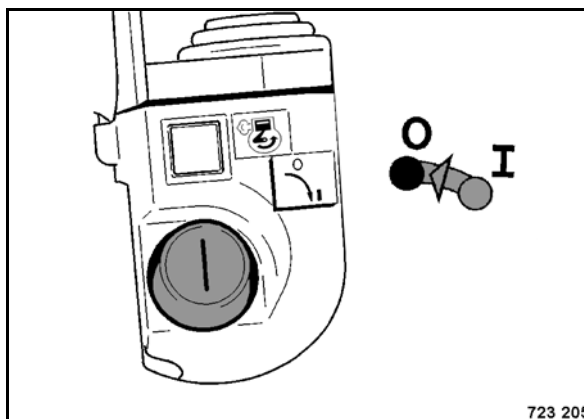

Рис. 81
- Переключить выключатель зажигания в положение I (Рис. 81). Загорается сигнализатор зарядки и сигнализатор аварийного падения давления.